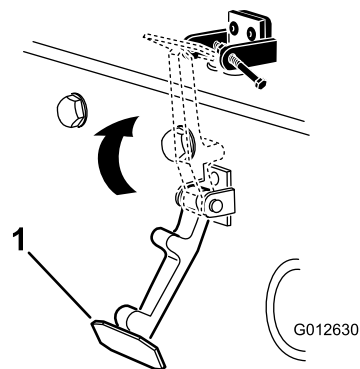

Figura 10
7. Prenda o trinco no suporte do trinco do capot (Figura 10).